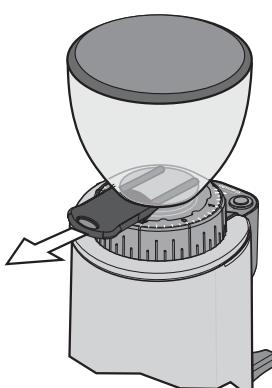

Abb. 8
**Vergewissern Sie sich, dass der Kaffeebohnenbehälterverschluss des Kaffeebohnenbehälters vollständig bis zum Anschlag offen ist (letztes Einrasten) (siehe Abb. 8).**